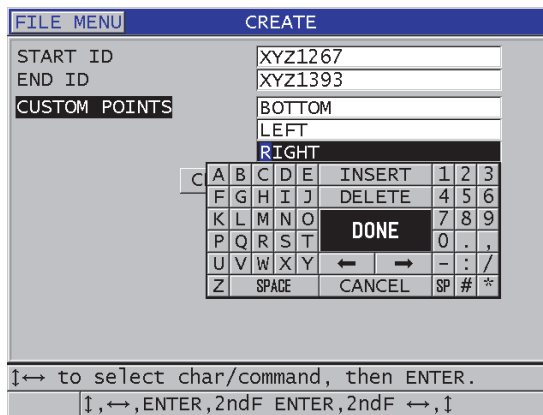

Figura 11-6 Configuración de un rango de ID para un archivo secuencial con puntos personalizados
3. En la segunda página de la pantalla **CREAR** (CREATE) [ver Figura 11-6 en la página 202]: